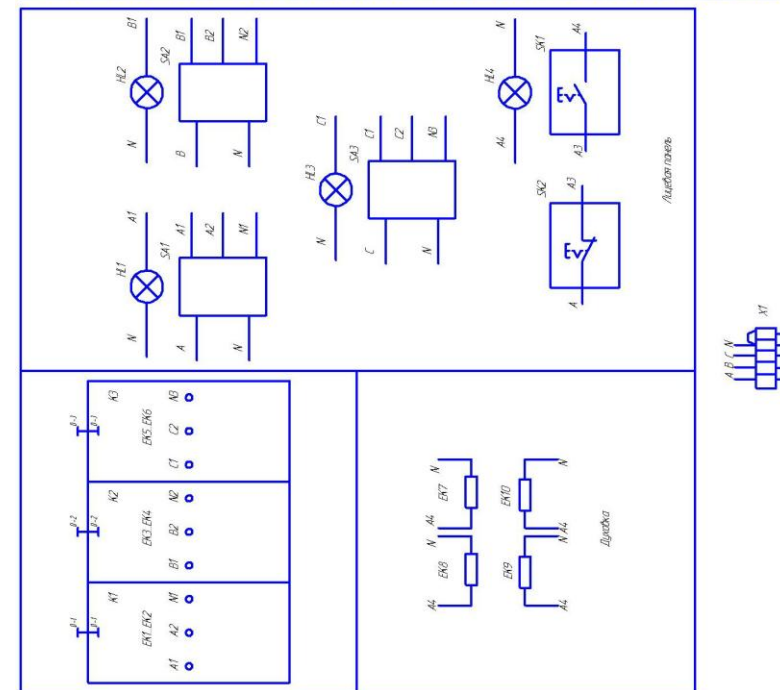

Рисунок 3 – Схема электрической соединений
4.7 Схему электрическую принципиальную смотри рис.2. Схему электрическую соединений смотри рисунок 3.